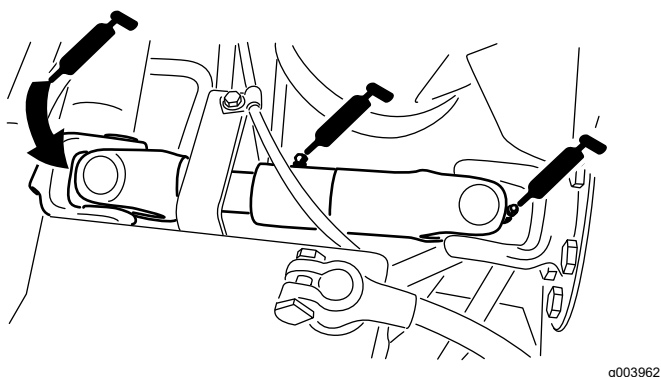

Рисунок 29
- Крестовина карданного вала насоса (3 шт.)—Рисунок 29